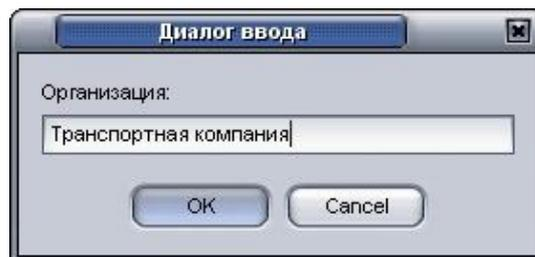

Рисунок III. 36
- в первом открывшемся окне «Название организации», рисунок III.36, которое будет использовано в качестве колонтитула.